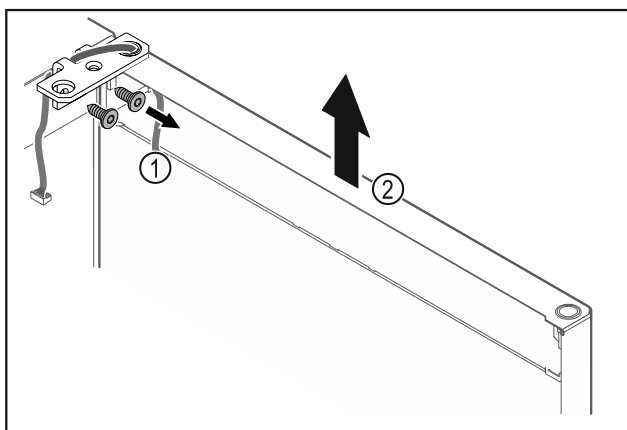

Fig. 19
- Dévisser l'équerre de la charnière Fig. 19 (1).
- Soulever la porte (équerre de charnière incluse) Fig. 19 (2) d'environ 200 mm et la retirer.